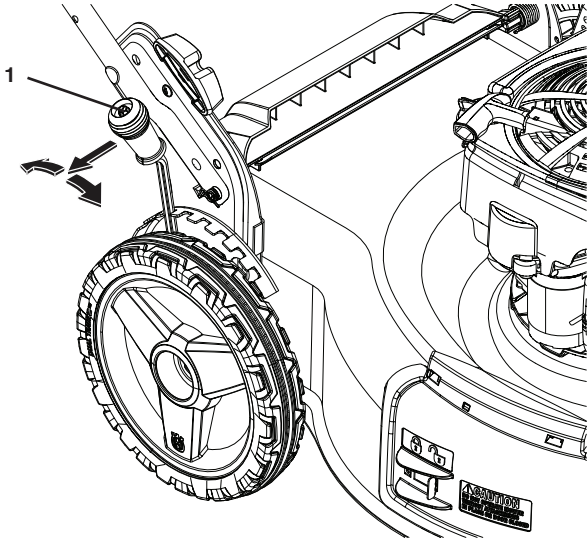

Figure 9
1. Tirez le levier de réglage dans la direction de la roue. Pour lever la tondeuse, bougez le levier à la position désirée. Pour baisser la tondeuse, déplacez le levier vers l'arrière (Figure 9).